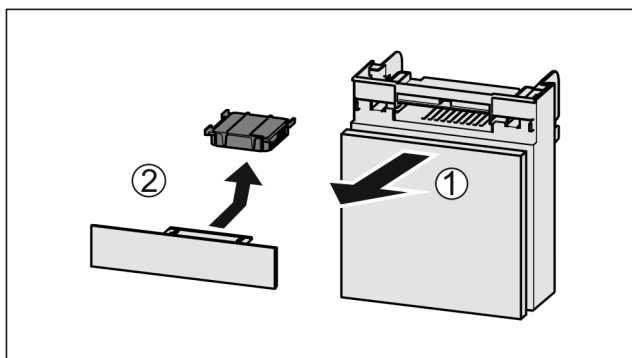

Fig. 174
- Fach nach vorne herausziehen Fig. 174 (1).
- Aktivkohlefilter entnehmen Fig. 174 (2).